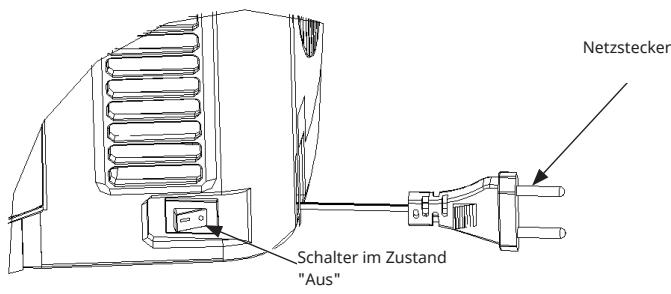

Abbildung 8
2. Installieren Sie dann den Adapter (d. h. den Heineken-Auslauf) (wie in Abbildung 5 und Abbildung 6 dargestellt) des Bierkühlers gemäß der Methode in der Beschreibung des Fasses (wie in Abbildung 8 dargestellt).
(In der Stellung „0“ ist das Gerät ausgeschaltet) (siehe Abbildung 8).